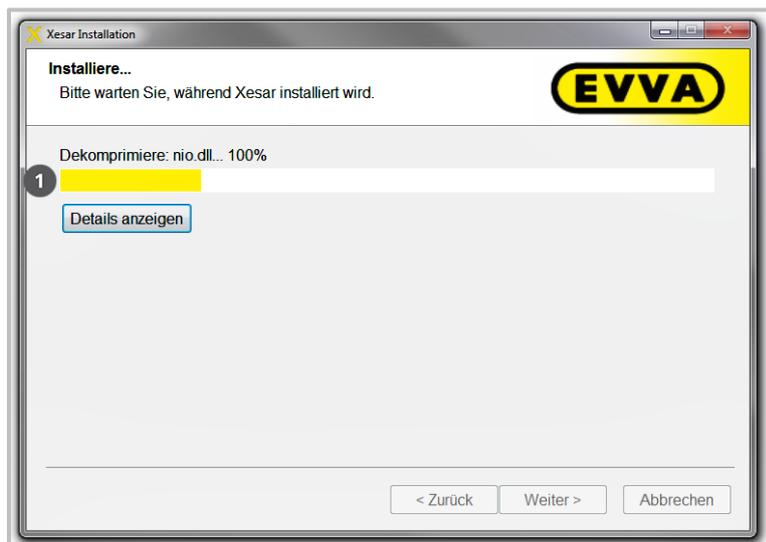

Abbildung 37: Xesar Installation
Die Xesar-Software wird nun installiert, die Aktivität erkennen Sie am Fortschrittsbalken ❶ (Abbildung 37: Xesar Installation).